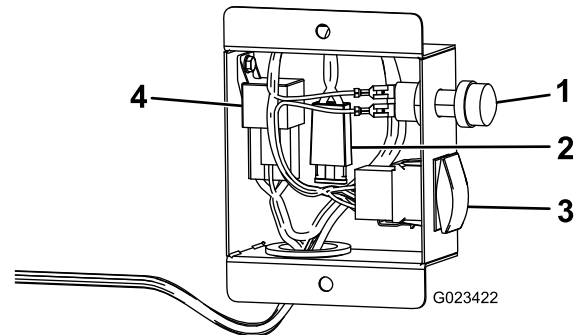

図 8
**注** ホースリール用のモータのヒューズは、スイッチボックスに配置されています 図 8。